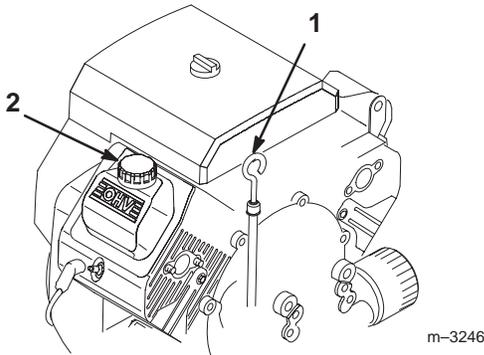

Bild 5
3. Reinigen Sie den Bereich um den Ölpeilstab herum (Bild 5), damit kein Schmutz in das Einfüllrohr gelangen und so den Motor beschädigen kann.
5. Schrauben Sie den Ölpeilstab vollständig in das Einfüllrohr ein (Bild 5).